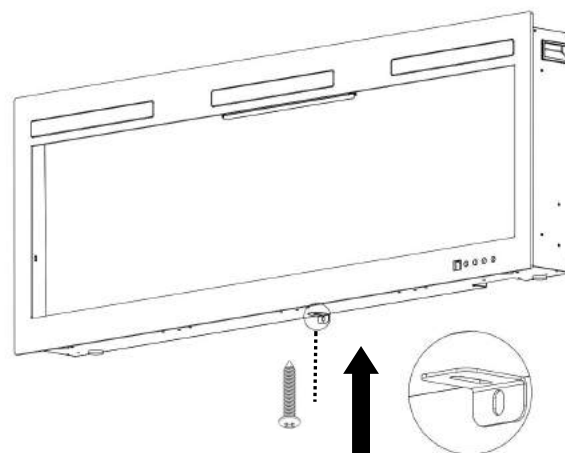

Fig 4-2
B. Bevestig met de eerder verwijderde schroef de L-beugel (meegeleverd) aan de onderkant van de haardkist. (Fig 4-2)